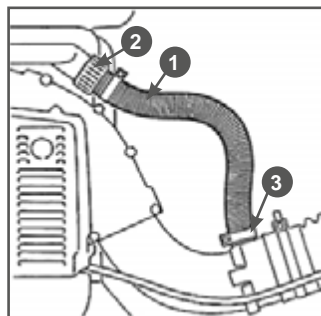

Рис. 10 Установка шланга распылителя
3. Установите вместо шланга насоса шланг распылителя 1 (Рис.10), закрепите его гайкой 2 на патрубке бака и хомутом 3 на патрубке напорной трубы.